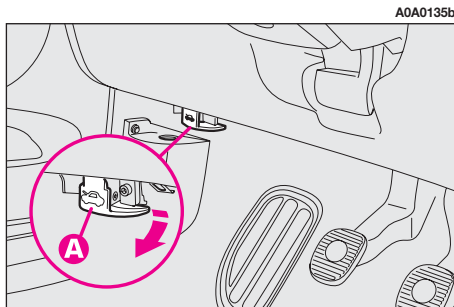

fig. 148
- tirer le levier d'ouverture (A-fig. 148) jusqu'à entendre le déclic de décrochage.